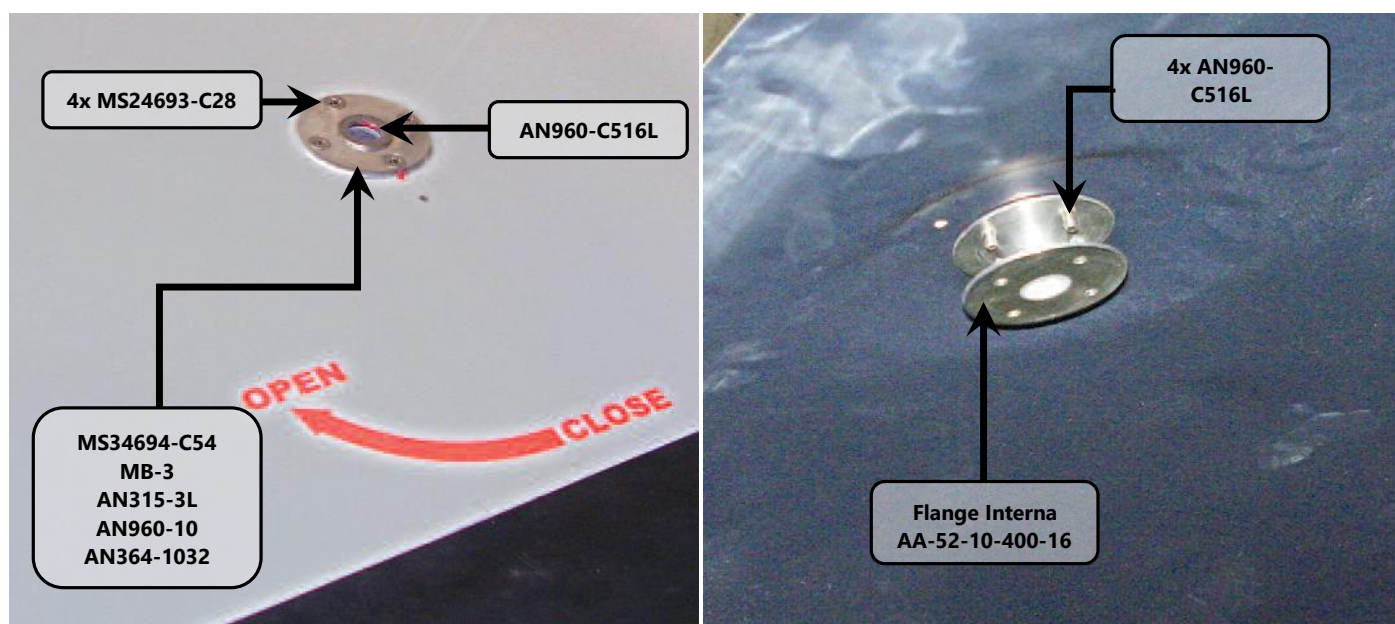

Figura 52.10.21 – Suportes das alavancas.
9. Remover os parafusos MS24693-C28 de Flange Externa AA-52-10-400-19 e Flange Interna Trava Principal AA-52-10-400-16, além dos demais hardwares mostrados na figura 52.10.21. Utilizar uma chave Phillips de 6"x 1/4" e uma chave combinada de 11/32".